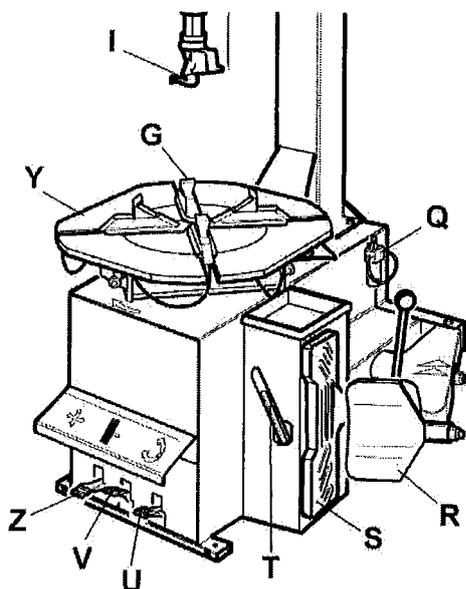

Fig.7
Positionner la roue contre les butées en caoutchouc situées sur le côté droit de la machine (S) (Fig.7).